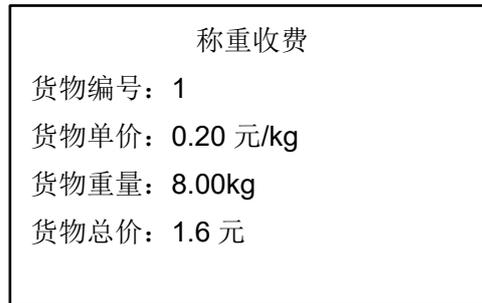
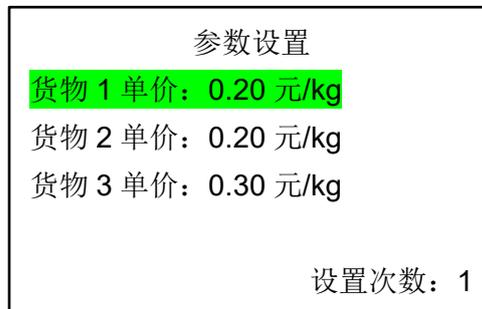

图 2 货物重量及价格显示参考界面
图 3 货物单价设置参考界面
- 设置：按下设置按键后，进入单价设置界面（图 3），通过切换按键，切换选择待调整的货物单价，被选择的显示单元高亮显示，然后通过“加”、“减”按键进行调整，再次按下设置按键保存本次的调整结果到 E2PROM 存储器，退出单价设置界面（图 3），返回称重收费界面（图 2），并将参数配置信息输出通过串口输出。串口配置信息输出格式如下：
①图 2、图 3 为液晶显示参考界面，选手设计界面，不必与上图完全一致，但需要按序体现出全部显示要素。
②货物单价、重量、总价保留小数点后两位有效数字。
③“设置次数”在每次设置完成后加 1，如未改动任何货物单价则不累加。